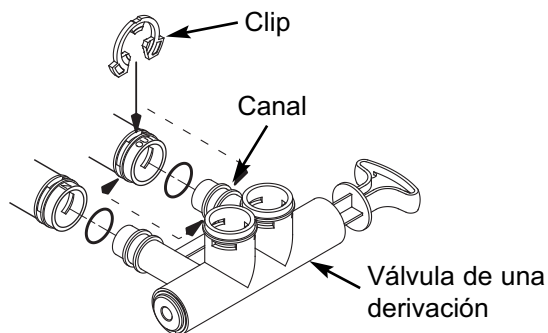

FIG. 11
5. Empuje la válvula de una derivación en la válvula del ablandador hasta donde llegue. Fije los dos clips grandes de soporte en su lugar, desde arriba hacia abajo, tal como se muestra en las Fig. 11 y 12.